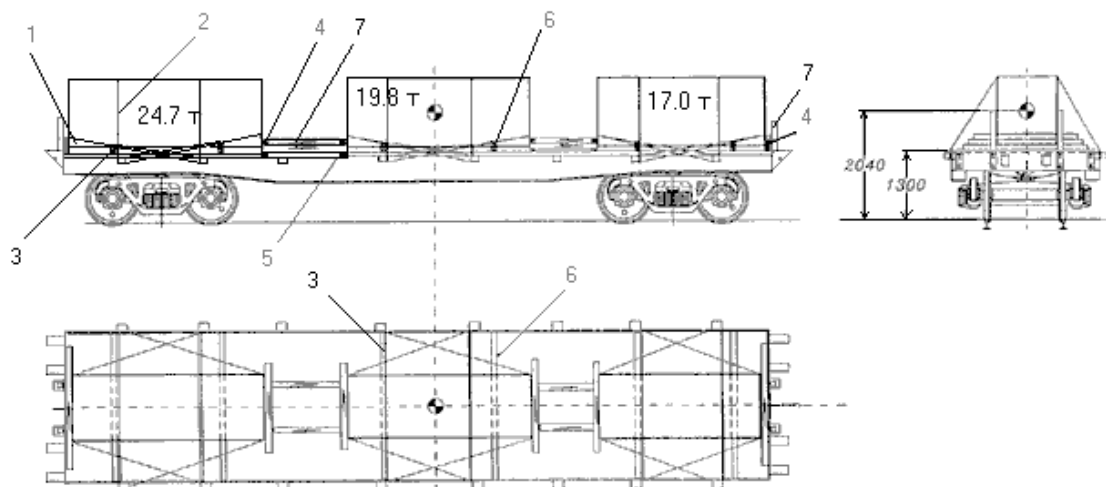

Рисунок 2 - Размещение и крепление на платформе трех блоков камня
9. Блоки камня массой 17,0 - 24,7 т на платформе размещают в количестве трех штук (рисунок 2). Каждый блок устанавливают на две подкладки 3 толщиной 100 мм.